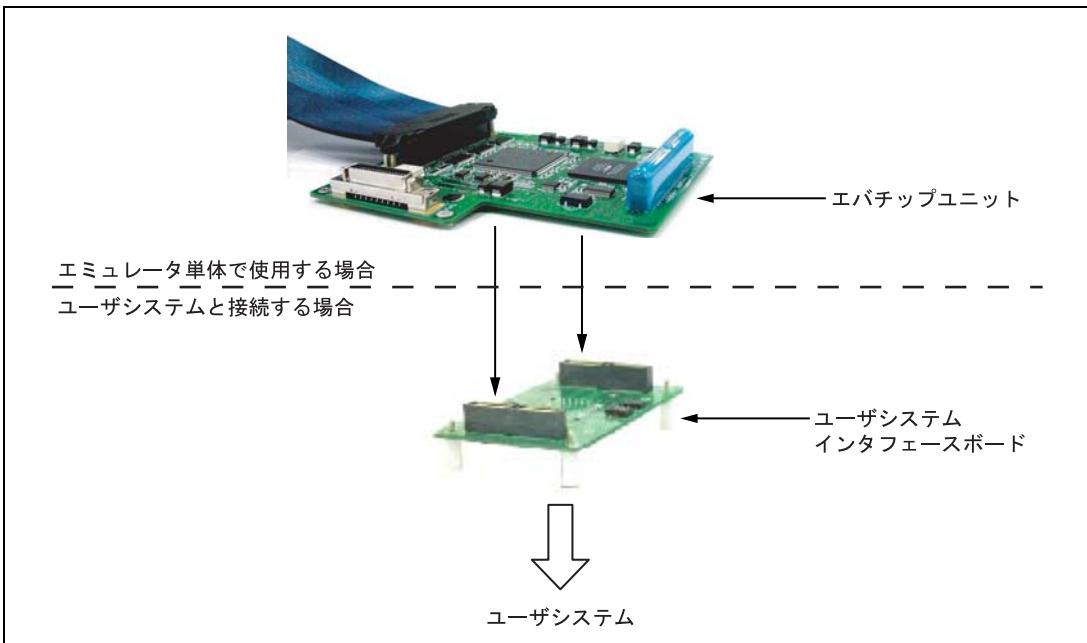

図 2.10 E200F エミュレータ単体での接続方法
- ユーザシステムと接続せずにE200F単体で使用する場合は「I.2 システム構成」の表I.3を参照し、図2.10のようにエバチップユニットまでの接続とします。